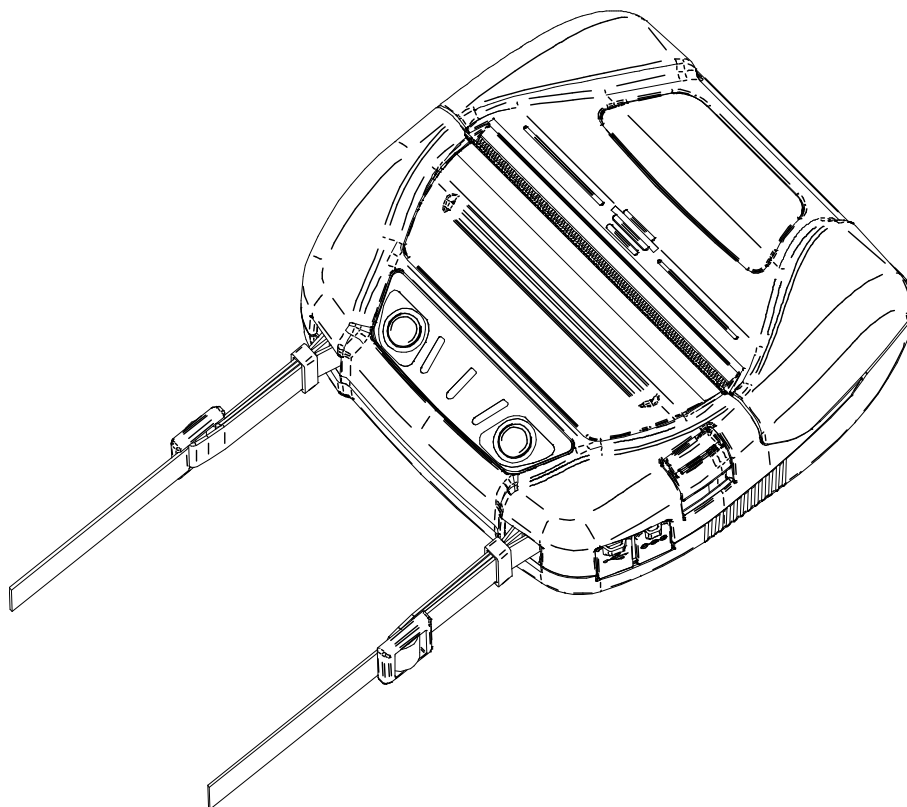

図 14-8 ショルダストラップの取り付け(5)
- ⑤ 図 14-8のように、もう一方のショルダストラップの先端も①～④の手順でプリンタに取り付けてください。